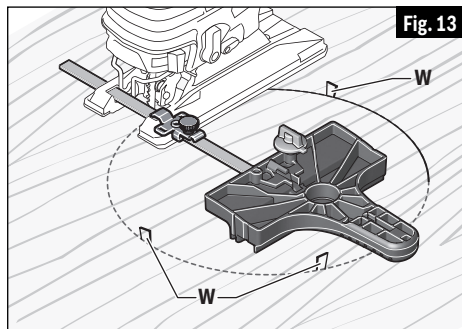

Fig. 13
- Placez de petits coins **W** dans la coupe comme illustré à la Fig. 13, afin d'empêcher le cercle intérieur de s'étendre lorsque vous approcherez de la fin de la coupe.